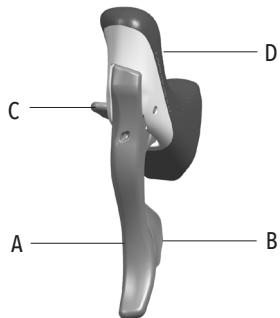

図1
- ・ プラケット・カバー (D - Fig.1)
- ・ レバーA（図1）はブレーキを動作させます。左右どちらのレバーが、前後どちらのホイールを制動させるのかを確認してください。